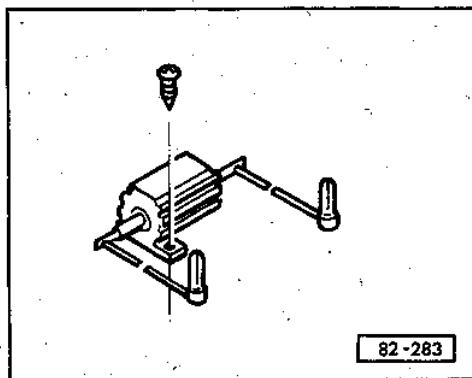

Abb. 11 Vorwiderstand — N 6 für Teillast aus- und einbauen/prüfen
- aus- und einbauen – Abb. 11
- prüfen – Abb. 11